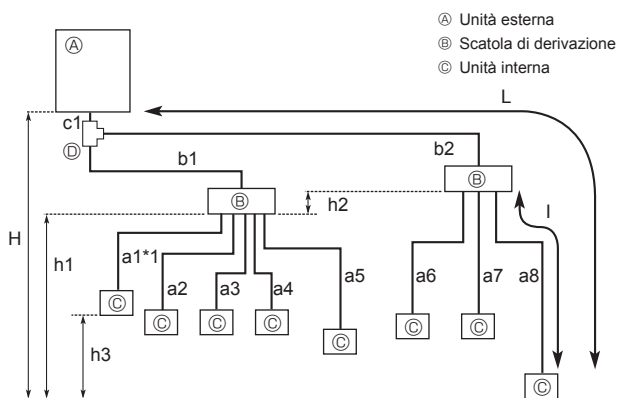

Fig. 4-2
4.2.2. Collegamento con scatola di derivazione (Fig. 4-2)